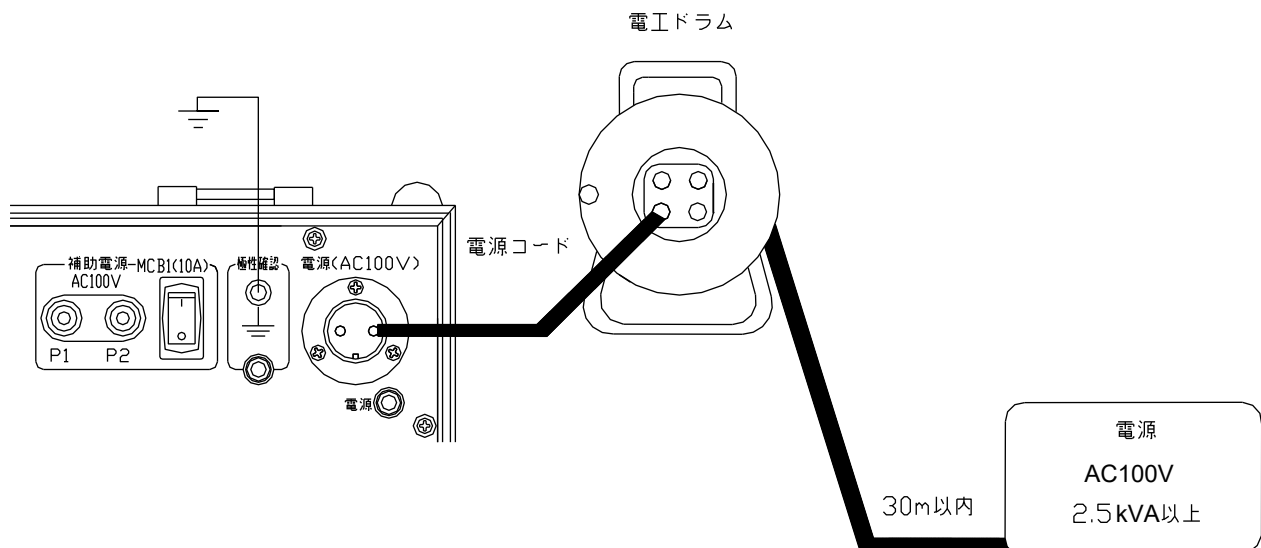

図1：電源の供給方法
1. 試験装置の電源を準備します。商用電源又は、発電機(2.5kVA以上)でコードリールは、30m以内にし、ドラム内に巻き残しのないようにすべて引き出して下さい。(図1)コードリール等を多く使用すると、電源のインピーダンスが高くなる為、大きな電流が出力できない場合があります。又、AUTOモードの場合は、設定電流が出力できなくなります。